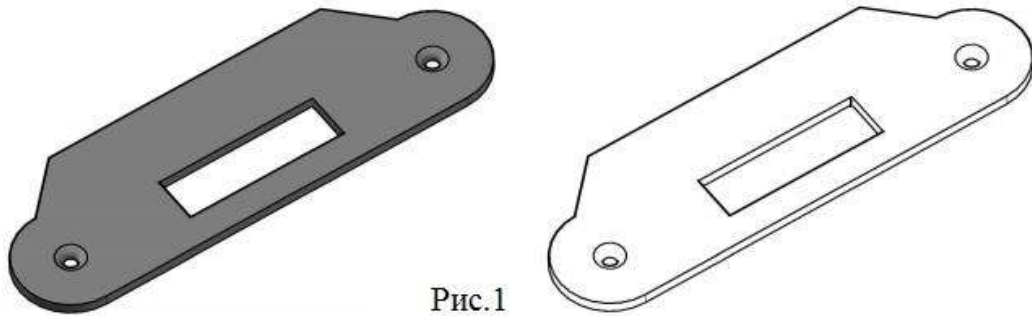
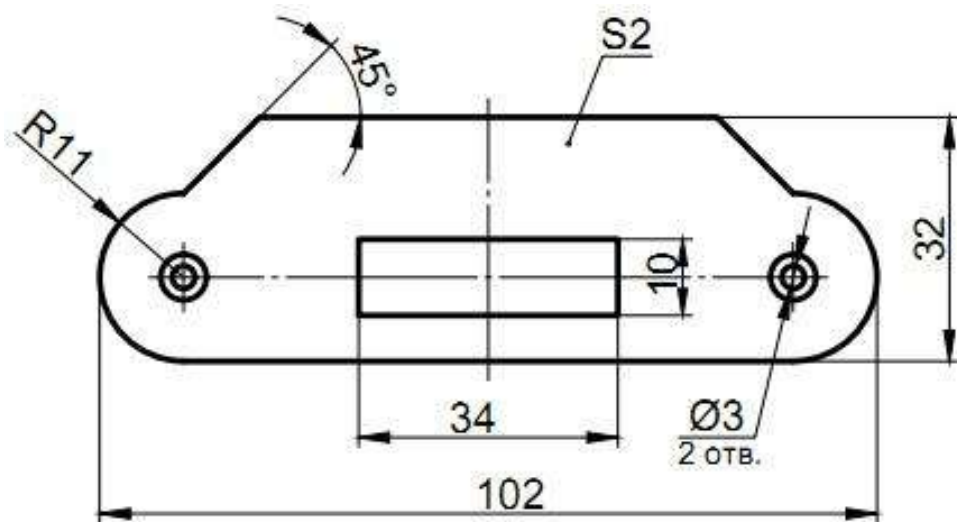

Рис.1
Рис.2
1. По данному образцу (Рис. 1) и эскизу (Рис. 2) изготовить планку врезного замка.